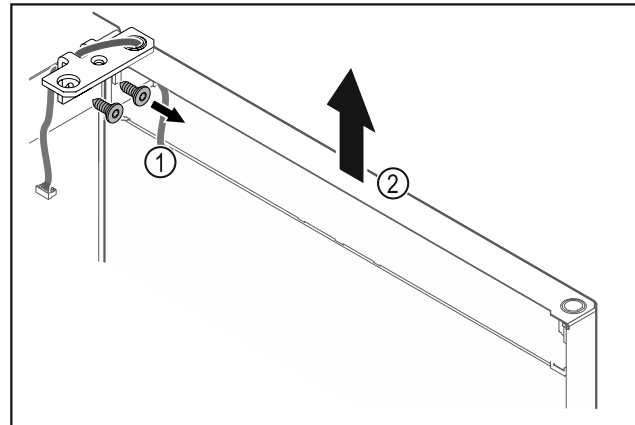

Fig. 27
- ▶ Scharnierwinkel Fig. 27 (1) abschrauben.
- ▶ Tür inklusive Scharnierwinkel Fig. 27 (2) circa 200 mm gerade nach oben heben und abnehmen.